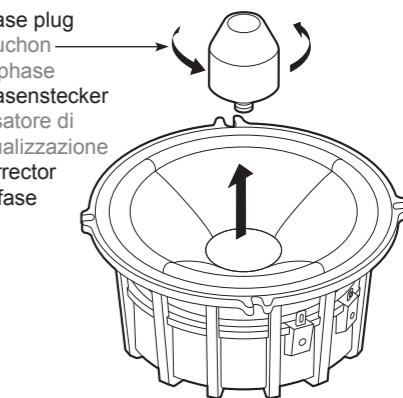

Figure 4 / Figure 4 / Abbildung 4 / figura 4 / Figura 4
### 1. Turn the phase plug in the direction of the arrow to remove it. (Figure 4)
1. Tournez le bouchon de phase dans le sens de la flèche pour le déposer. (Figure 4)
1. Drehen Sie den Phasenstecker in Pfeilrichtung, um ihn zu entfernen. (Abbildung 4)